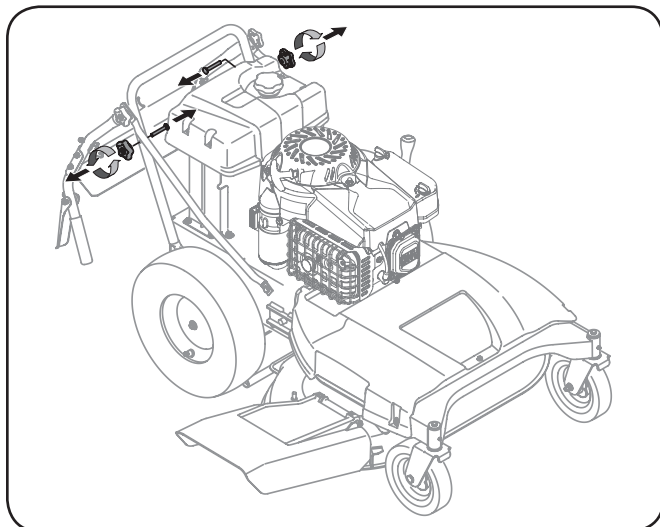

Figura 3-3
1. Extraiga las perillas en estrella y los tornillos del carro de la manija inferior. Vea Figura 3-3.